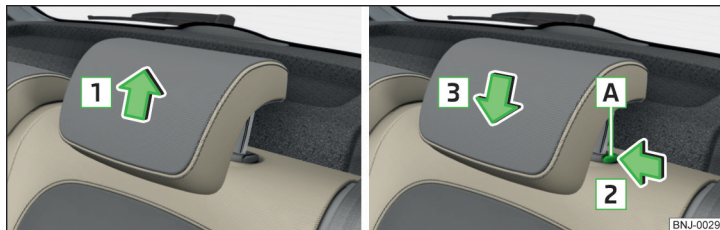

Fig. 59 Reglarea pe înălțime a tetierei
- Prindeți tetiera și deplasați-o **în sus** în sensul săgeții **1** » fig. 59.